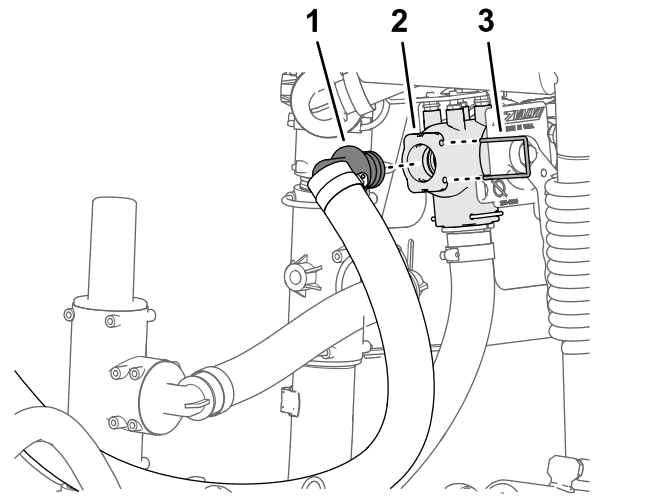

Figura 33
3. Conecte el acoplamiento dentado de 90° de la manguera de alimentación del eyector al orificio abierto de la válvula de cierre del eyector (Figura 33).
4. Sujete el acoplamiento dentado a la válvula de cierre con una horquilla de retención (Figura 33).